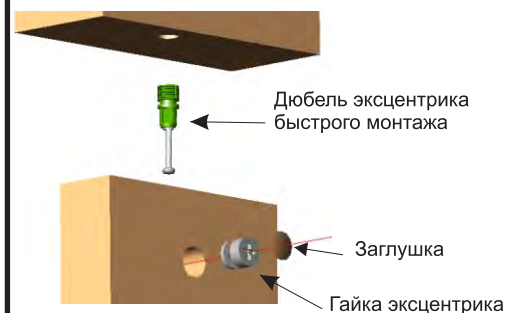
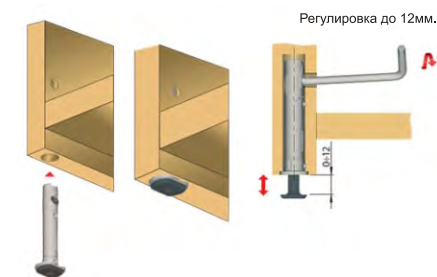

Рис. 2
Рис.3
Столешницу положить лицевой частью на подготовленную поверхность. Установите шканты (11) в отверстия d=8 мм ноги С и столешницы А. Вставьте дюбель эксцентрика быстрого монтажа (1) в ноги С и в столешницу А (см. рис.2). Установите опоры (7) в нижние торцы ноги С согласно (рис.3). Вкрутите втулку (10) в отверстия d=10мм углового элемента В с помощью шестигранного ключа №8, во втулку (10) вкрутите шток для эксцентрика (8). С помощью эксцентриковой стяжки (1,2) соедините траверс D и столешницу А. Эксцентриковые гайки (2) с помощью отвертки затяните по часовой стрелке до фиксации (см. Рис.2). С помощью эксцентриковой стяжки (9,8) соедините угловой элемент В и ногу С. Эксцентрик (9) с помощью шестигранного ключа №6 затяните по часовой стрелке до фиксации. К столешнице А с присоединенным траверсом D с помощью эксцентрика (9), а так же эксцентриковой стяжки (1,2) присоедините ноги С с угловыми элементами В. В эксцентрик (2,9) установите заглушки (3,4). В технологические отверстия на траверсе D установите заглушки (5). Переверните стол в рабочее положение, отрегулируйте опоры по высоте (см.Рис.3).